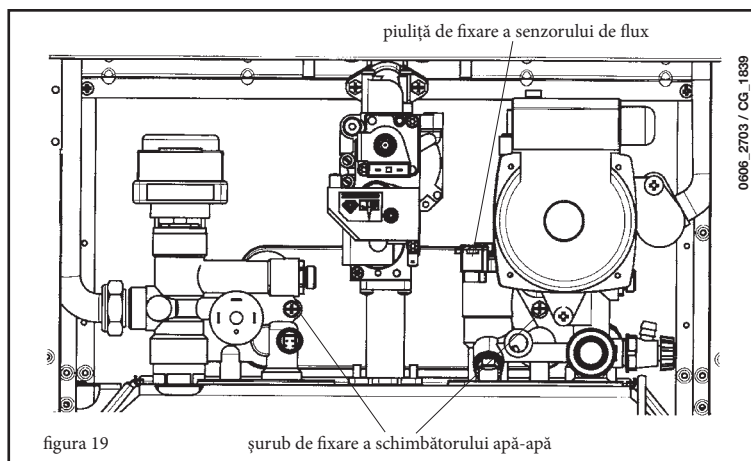

figura 19
- 2) conectați cablurile vanei cu 3 căi (alb-roșu-negru) așa cum se arată în figura 19;
- scoateți cele două șuruburi, vizibile frontal, de fixare a schimbătorului apă-apă și eliberați-l din locașul său (figura 19).
- Desfaceți piulița prezentă pe grupul senzor de flux (figura 19).